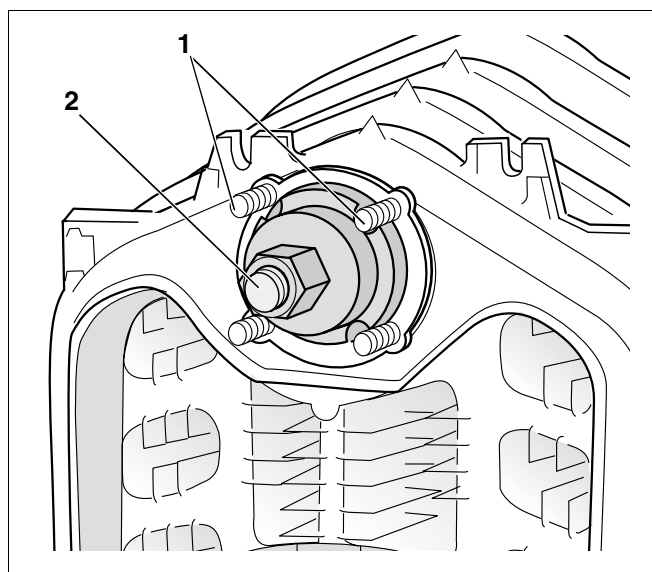

Fig. 23 Montarea utilajului de presare pentru elementul frontal
La montarea elementului din față, trebuie ca din cauza prezoanelor (Fig. 23, **Poz. 1**) să se renunțe la flanșa de legătură de la butucul superior al cazanului.
- Tija de manevră cu unitatea de fixare (Fig. 23, **Poz. 2**) se va împinge prin butucul superior al cazanului.